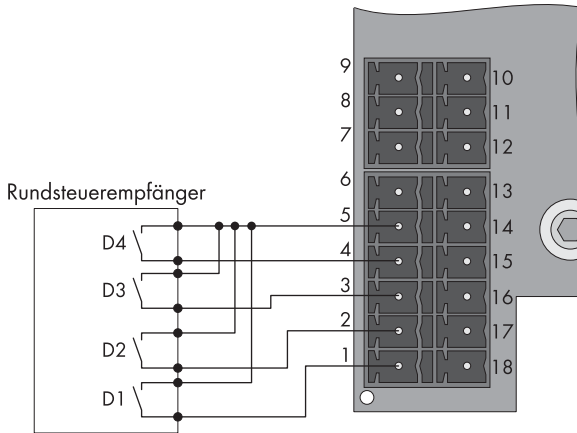

Abbildung 5: Pin-Belegung des Moduls an den Anschlüssen für den Rundsteuerempfänger
- 1 Rundsteuerempfänger mit 4 Ausgängen (siehe Abbildung 5)